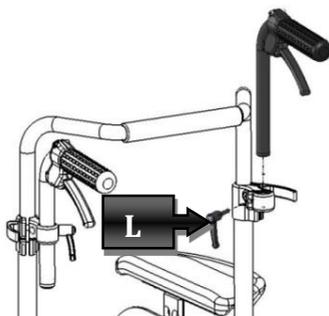

Figura 36
Para substituir o punho de empurrar, liberte a alavanca (L) extraia o punho, conforme mostrado na Figura 36 e insira o novo, aperte adequadamente a alavanca (L).